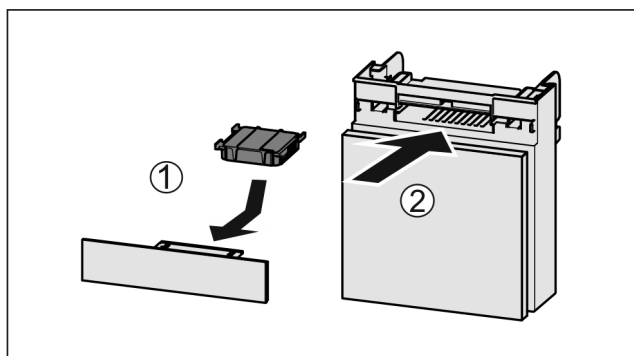

Fig. 227
- Aktivkohlefilter nach Abbildung einsetzen Fig. 227 (1).
- Fach einschieben Fig. 227 (2).